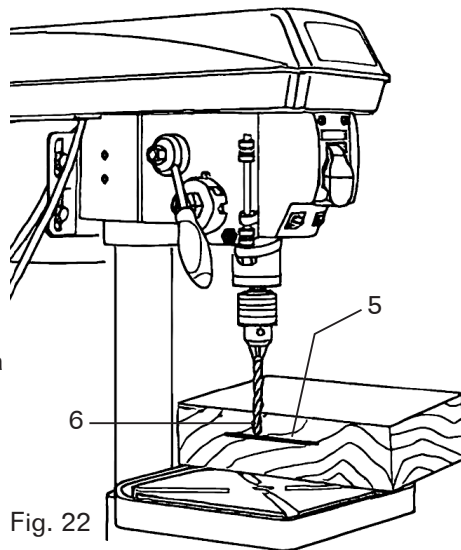

Fig. 22
1. Marque la profundidad deseada (Fig. 22 - 5) del orificio de perforación en el costado de la pieza de trabajo.
2. Con el taladro de columna en la posición APAGADO, lleve la broca (Fig. 22 - 6) hacia abajo hasta que la punta esté a la altura de la marca.